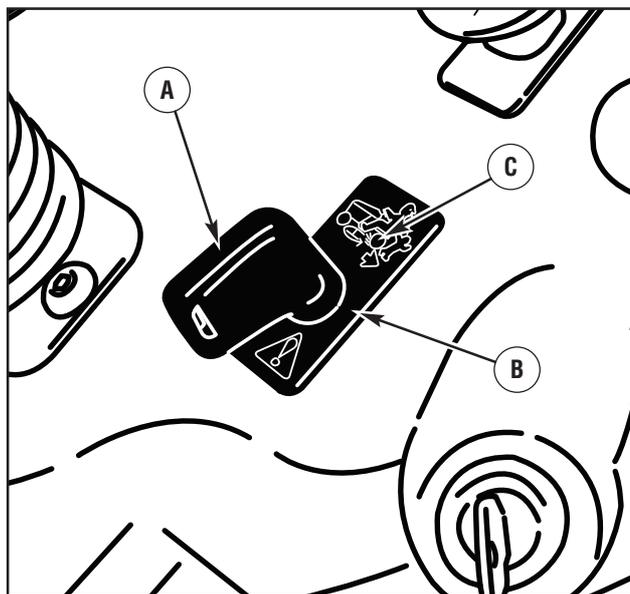

Figura 16: Opzione di falciatura in retromarcia (RMO)
2. Inserire la chiave in dotazione nell'interruttore RMO, che si trova sulla destra del soffietto dello sterzo (figura 16).